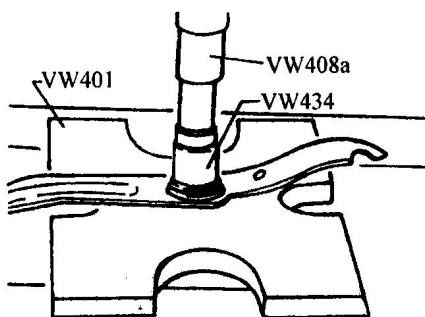

图 1-19 压出离合器踏板塑料衬套
- 2) 用专用工具压出踏板塑料衬套, 如图 1-19 所示。